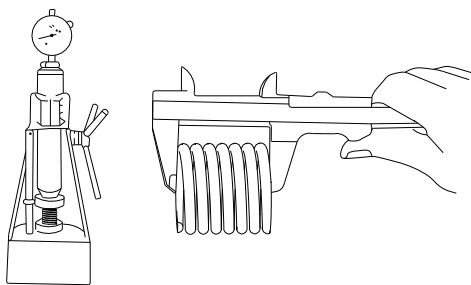

Рис. 1-7
8. Проверьте состояние пружин клапанов, убедитесь в отсутствии повреждений или снижения упругости, как показано на рис. 1-7. Ослабленные пружины клапанов могут вызвать вибрацию и привести к ухудшению уплотнения после закрытия клапана, что станет причиной утечки через клапан и снижения мощности двигателя.